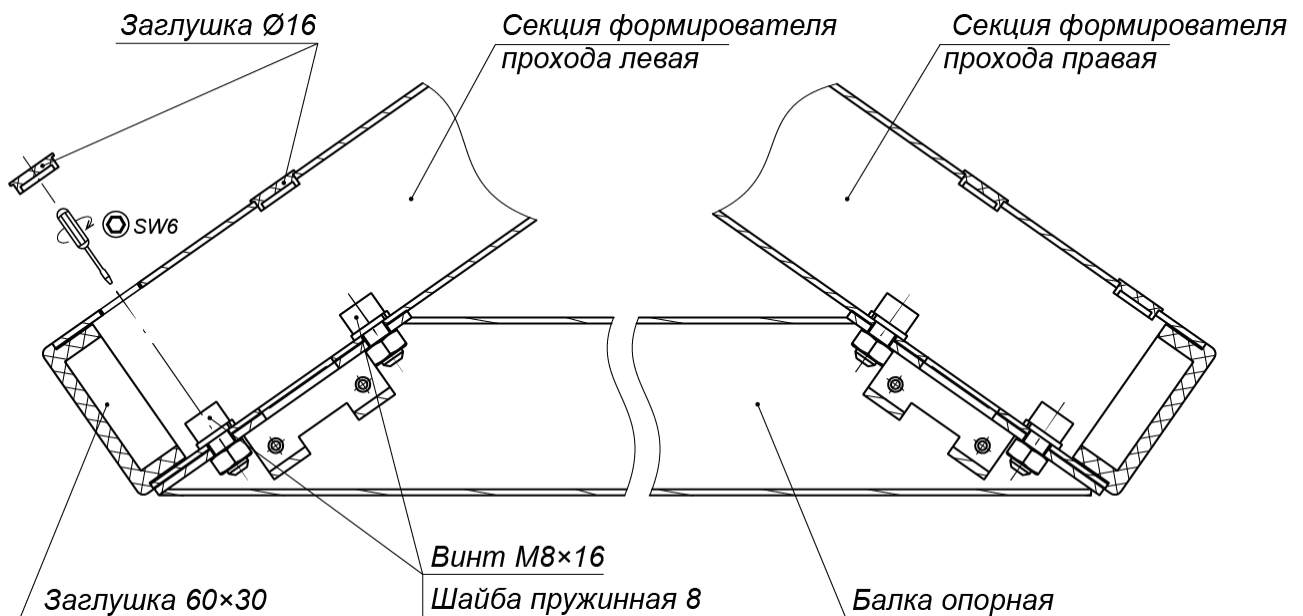
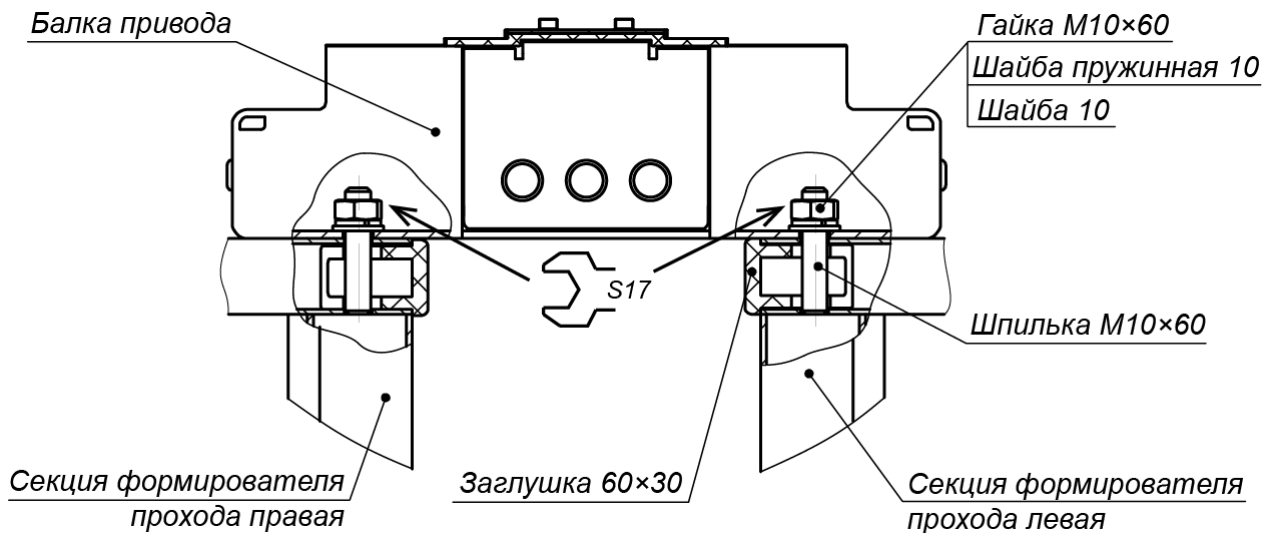

Рисунок 15. Крепление балки опорной к секциям формователя прохода
Рисунок 16. Крепление балки привода к секциям формирователя прохода
- Установите секции (6) формирователей прохода на установочную поверхность, ориентируя отверстия в опорных фланцах по расположению анкеров. При этом левая и правая секции каждого ИУ турникета должны быть правильно выставлены и сориентированы: блоки индикации формирователей должны быть развернуты наружу (см. рис. 2) и учтено расположение на секциях мест крепления опорной балки (см. рис. 15).
14. Установите балки опорные (7) на секции (6) формирователей прохода, каждую в следующем порядке (см. рис. 15):
15. Распакуйте балку привода (9) с крышкой (10) (ящик №1).
16. Произведите монтаж балки привода (9) (работайте вдвоем!):
- Снимите крышку (10) с балки привода (см. разд. 0).
- Используя две стремянки, осторожно установите балку сверху на турникет, при этом шпильки, расположенные на секциях (6) формирователей прохода, должны попасть в соответствующие отверстия в балке. Будьте внимательны – не повредите соединительные кабели!
- Придерживая балку, осторожно приподнимите ее с одной стороны и пропустите концы кабелей индикации (14) из балки опорной (7) в соответствующие отверстия балки привода. Временно закрепите их внутри балки (к примеру, с помощью скотча). Те же самые действия произведите с другой стороны балки.
- Закрепите балку привода на секциях (6) формирователя прохода четырьмя гайками М10 с шайбами (см. рис. 16), накрутив их на шпильки с помощью торцового ключа S17. Затяжка гаек предварительная, для возможности регулировки положения.
- Проверьте вертикальность положения ротора с помощью уровня. При необходимости устраните отклонение от вертикальности путем смещения балки привода (9) в пределах допуска монтажных отверстий. Окончательно затяните все гайки и винты крепления балки привода.
20. Закройте пластиковыми заглушками Ø16 отверстия для винтов соединения секций ротора (2) и отверстия крепления балки опорной (7) к секциям (6) формователя прохода (см. рис. 15 и 19).